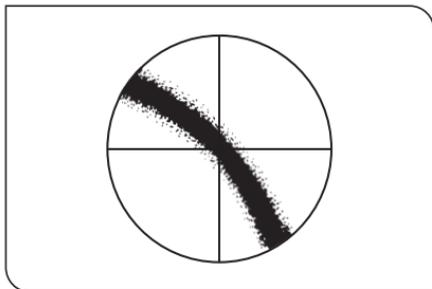

Fig. 3
2. Tourner la molette du compensateur dans une position où la portion mesurée au centre du champ de vision est la plus sombre (Fig. 3). Trouver l'angle dans cette position en additionnant les valeurs lues sur les échelles graduées 1 et 2. → θ_1